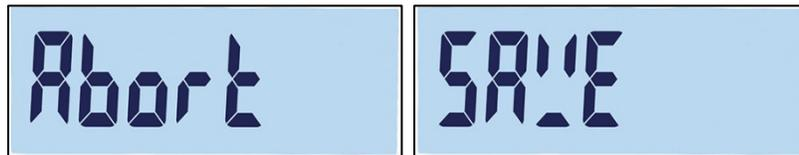

Figura 3-3: Instrucciones al salir de la configuración
3. Presione la tecla  o izquierda  cuando esté en la raíz del árbol del menú (cuando se muestre F1, F2, etc.). Aparecerá un mensaje que le preguntará si desea abortar (Abort) o guardar (Save) los cambios, Figura 3-3.